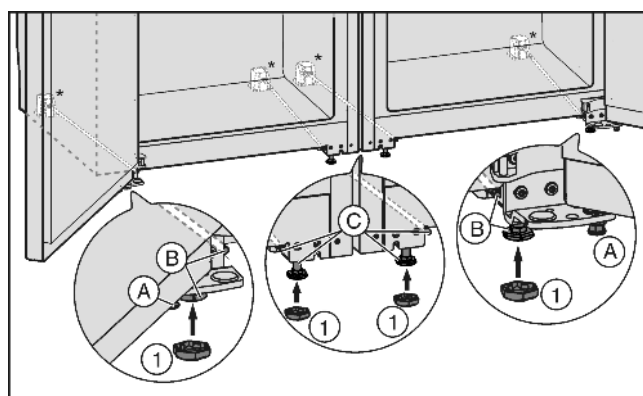

Fig. 4
- ▶ Dado el caso, enrosque totalmente las patas de ajuste Fig. 4 (A) delanteras de ambos aparatos para que no haya contacto con el suelo.
- ▶ Coloque tapones Fig. 4 (1) en las cuatro patas de ajuste delanteras.
- ▶ Enrosque las patas de ajuste intermedias Fig. 4 (C) para que no haya contacto con el suelo.
- ▶ Alinee el combinado con las patas de ajuste exteriores Fig. 4 (B).
- ▶ Vuelva a bajar las patas de ajuste intermedias Fig. 4 (C) hasta que toquen el suelo.
- ▶ Después, apoyar la puerta: Baje las patas de ajuste Fig. 4 (A) en el soporte de cojinete hasta que descansen sobre el suelo; a continuación, gire otros 90°.